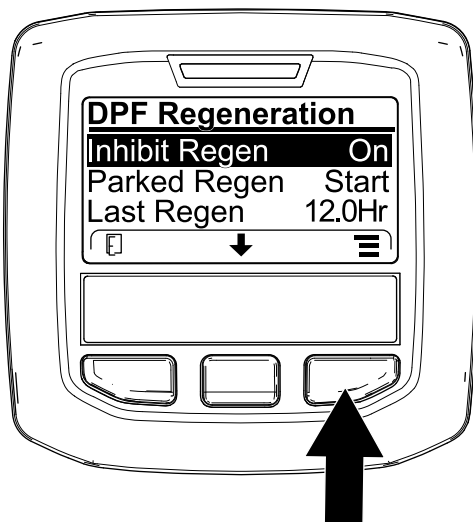
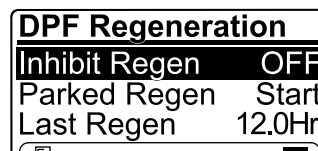

Bild 13
Bild 14
1. Navigieren Sie auf das Menü „DPF Regeneration“, drücken Sie die mittlere Taste und navigieren Sie auf die Option INHIBIT REGEN.; drücken Sie die rechte Taste, um den Eintrag „Inhibit Regen.“ auszuwählen (Bild 13).
2. Drücken Sie die rechte Taste, um die Einstellung für das Verhindern der Regenerierung von „On“ in „Off“ (Bild 13) oder von „Off“ in „On“ (Bild 14) zu ändern.